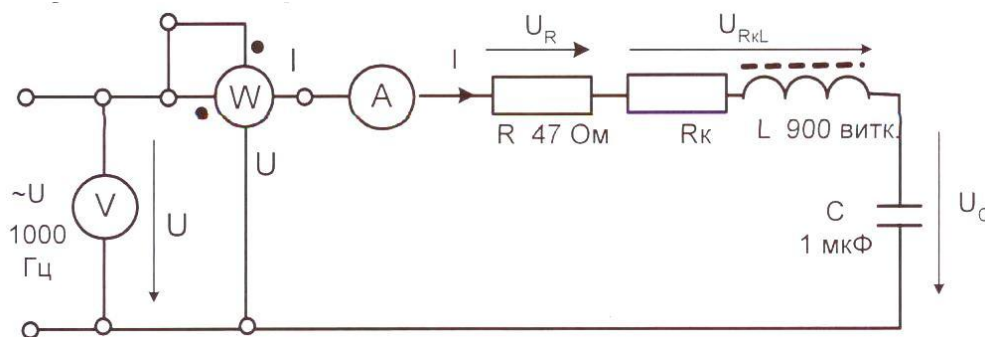
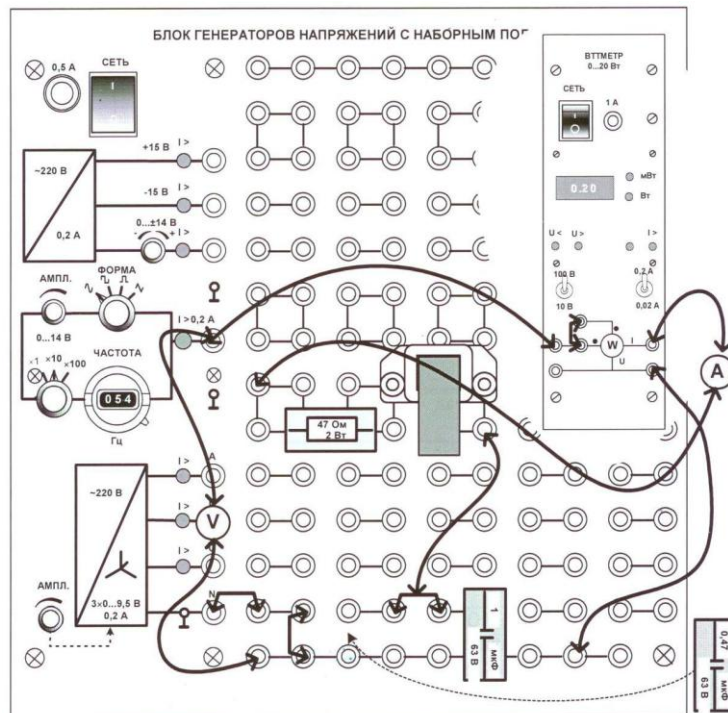

Рис. 6.1. Принципиальная схема электрической цепи
Рис. 6.2. Монтажная схема
5.2. Соберите цепь с резистором $R = 47$ Ом, катушкой индуктивности 900 витков, которая имеет активное сопротивление R_K индуктивность L , и конденсатором $C = 1$ мкФ. Принципиальная схема электрической цепи показана на рис. 6.1, а монтажная – на рис. 6.2.